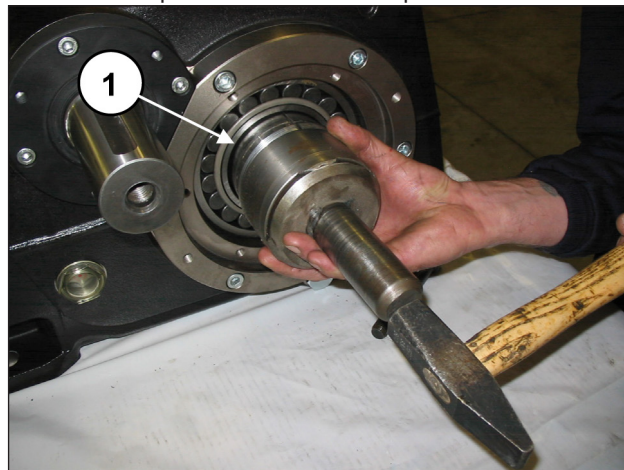
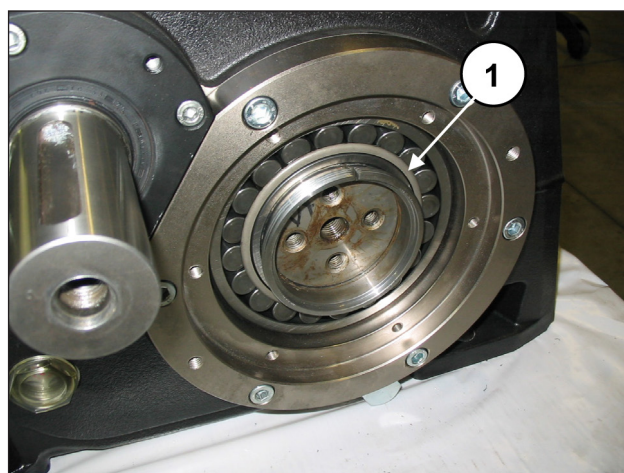

Fig. 77
Fig. 78
Insira completamente a bússola de pressão no eixo de manivela (pos. ①, Fig. 77 e Fig. 78), mediante o uso de um mecanismo de percussão e de uma tampa.